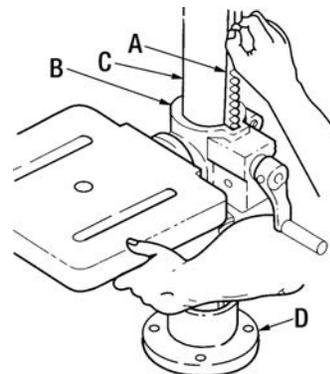

FIGURE 10
8. Lorsque vous tenez la crémaillère (A) Fig.10 engagée avec l'engrenage du support de table (B), glissez le tout sur la colonne (C). Glissez la crémaillère jusqu'à ce qu'elle soit positionnée contre le support de la colonne (D).